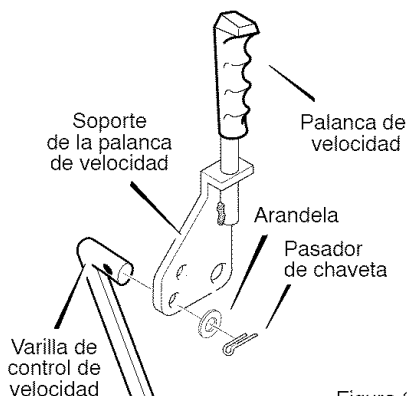

Figura 61
2. Conecte la **varilla de control de velocidad** (*extremo en ángulo de 90°*) al **soporte selector de velocidad** con la **arandela** y el **pasador de chaveta**. Vea la Figura 61.